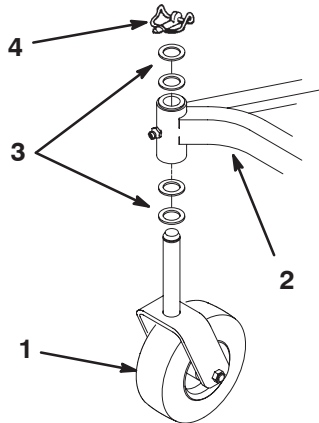

Bild 4
2. Nehmen Sie den Klappstecker und die zwei Druckscheiben an jedem Laufrad ab. Lassen Sie zwei Druckscheiben auf jeder Welle. Setzen Sie die Wellen in das Rahmenbefestigungsrohr und setzen Sie die Druckscheiben und den Klappstecker ein (Bild 4).